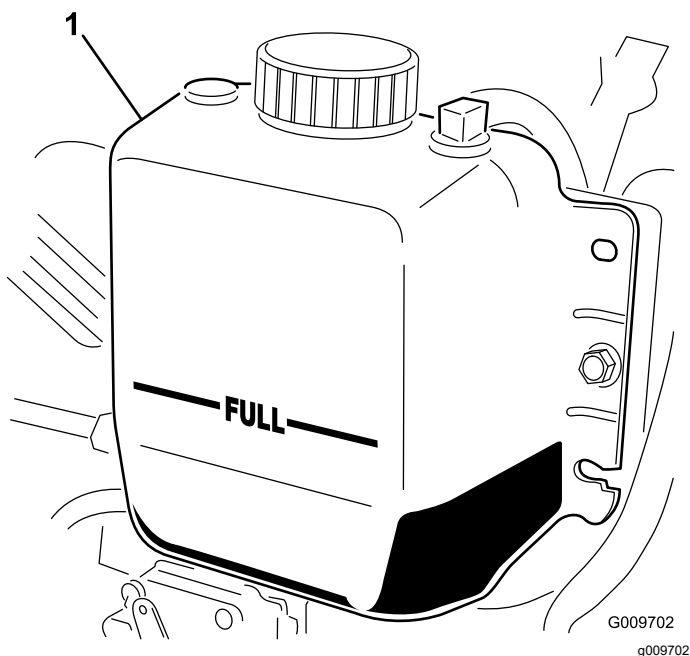

图 75
**注意** 散热器中的冷却液应添加至加油颈的顶部而膨胀水箱中的冷却液应添加至“已满”标记处 (图 75)。